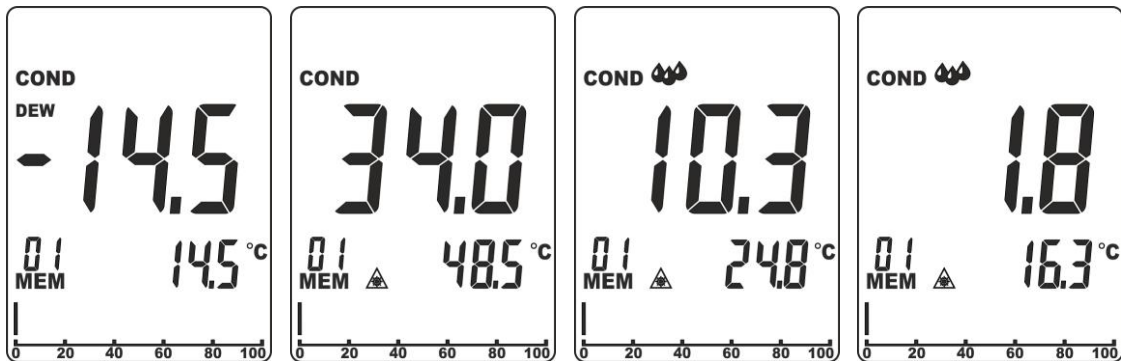

Fig. 11: Medida diferencial temperatura de superficies
3. Pulse simultáneamente las teclas **RH%** y **MOI** para entrar en el modo de medida de Condensación. El instrumento muestra el valor de la temperatura de Rocío medida del sensor integrado en el visualizador secundario y las indicaciones “COND” y “DEW” aparecen en el visualizador (ver la Fig. 11 – primera pantalla). El visualizador principal muestra siempre la diferencia entre el valor de temperatura IRT y la temperatura de Rocío
- Si la temperatura IRT es mayor de más de **14°C (25°F)** respecto a la temperatura de Rocío → la diferencia de temperatura (IRT-DP) se muestra en el visualizador principal sin otras indicaciones (ver la Fig. 11 – segunda pantalla)
- Si la temperatura IRT es mayor de **3°C÷14°C (5°F÷25°F)** respecto a la temperatura de Rocío → la diferencia de temperatura (IRT-DP) se muestra en el visualizador principal, la indicación “☁” aparece en el visualizador y el instrumento emite un sonido que indica una situación de riesgo de condensación en el área (ver la Fig. 11 – tercera pantalla)
- Si la temperatura IRT es mayor de **menos de 3°C (5°F)** respecto a la temperatura de Rocío → la diferencia de temperatura (IRT-DP) se muestra en el visualizador principal, la indicación “☁☁” aparece en el visualizador y el instrumento emite un doble pitido que indica una situación de elevado riesgo de condensación en el área (ver la Fig. 11 – cuarta pantalla)